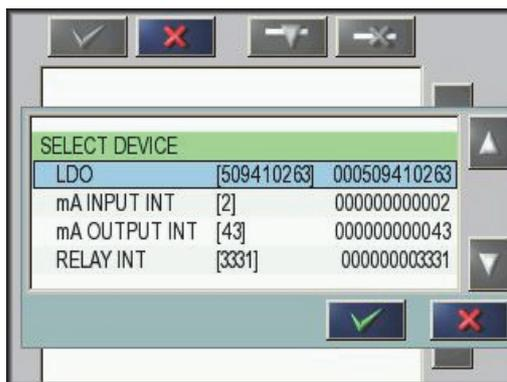

Abbildung 26 Geräteauswahl
3. **EINFÜGEN** drücken und eine Sonde/ein Gerät wählen. Es wird das Fenster mit der Geräteauswahl angezeigt (Abbildung 26).